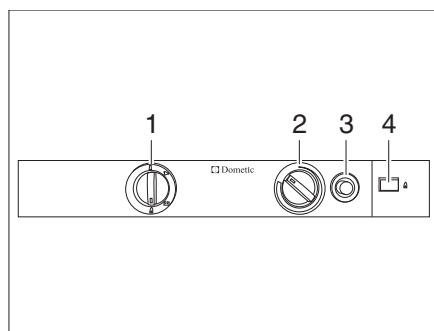

Fig. 318 Elementi di comando per il frigorifero (serie Dometic 8)
- Posizionare il selettore di energia (Fig. 318,1) su "▲".
- Premere il pomello girevole (Fig. 318,2) fino allo stadio più alto, e mantenerlo premuto. Aspettare fino a che il gas non fluisce verso il bruciatore.
- Premere il pulsante di accensione (Fig. 318,3) e mantenerlo premuto. L'accensione avviene automaticamente.
- Mantenere premuto il pulsante di accensione (Fig. 318,3) finché l'indicatore di fiamma (Fig. 318,4) non diventa verde e poi rilasciarlo.
- Tenere premuto il pomello girevole (Fig. 318,2) per altri 10-15 secondi, poi rilasciarlo.
- Posizionare il selettore di energia (Fig. 318,1) su "⚡".
- Impostare la temperatura di refrigerazione con il pomello girevole (Fig. 318,2).
- Posizionare il selettore di energia (Fig. 318,1) su "⊕".